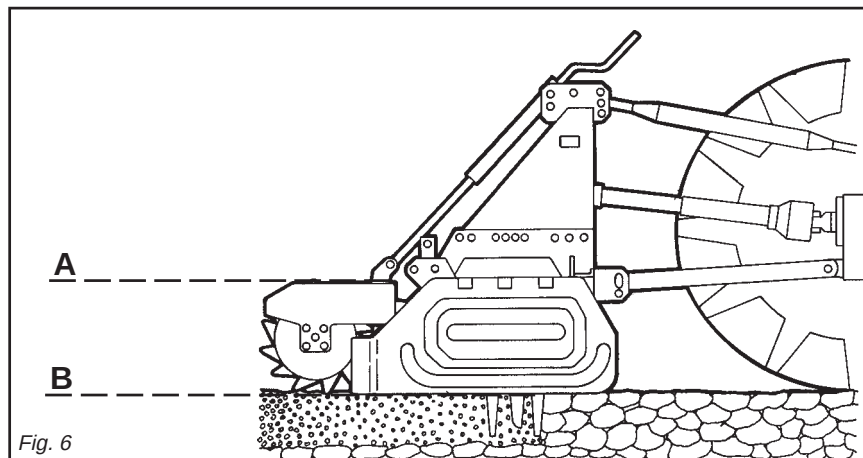

Fig. 6
- 4 - Collegare il terzo punto superiore ed effettuare una corretta regolazione con il tirante (1 Fig. 6) verificando che il piano superiore dell'erpice rotante (A Fig. 6) risulti parallelo al piano terra (B Fig. 6). Ciò è molto importante allo scopo di ottenere il parallelismo tra asse albero presa di forza dell'erpice e quello della presa di forza del trattore. Operare in queste condizioni significa limitare le sollecitazioni sulla presa di forza stessa e prolungare la durata dell'albero cardanico e dell'erpice stesso.
- 4 - Connect the upper third-point and correctly regulate by means of the adjuster (1 Fig. 6), checking that the upper surface of the steerage hoe (A Fig. 6) is parallel to the ground (B Fig. 6). This is very important since it achieves parallelism between the axis of the steerage hoe and that of the tractor pto. When the implement operates in these conditions, there will be less stress on the pto itself while the cardan shaft and implement will be much less subject to wear.
- 4 - Den oberen Kupplungspunkt anschließen und den oberen Lenker (1 Abb. 6) korrekt einstellen. Sicherstellen, daß die obere Haubenkante der Hackfräse (A Abb. 6) parallel zum Boden (B Abb. 6) steht. Das ist sehr wichtig, um die Parallelität zwischen der Achse der Hackfräse und der der Schlepper-Zapfwelle zu erhalten. Wenn diese Parallelität gegeben ist, wird die Zapfwelle weniger belastet und das Leben von Gelenkwelle und Gerät wird verlängert.
- 4 - Reliez le troisième point supérieur et réglez correctement à l'aide du tirant (1 Fig. 6). Assurez-vous que le plan supérieur de la houe rotative (A Fig. 6) soit pratiquement parallèle au terrain (B Fig. 6). Ceci est très important en vue d'obtenir le parallélisme entre l'axe de la houe et celui de la prise de force du tracteur. Travailler dans ces conditions signifie limiter les sollicitations sur la prise de force et prolonger la durée de l'arbre à cardans, mais aussi de la machine.
- 4 - Conectar el tercer punto superior y efectuar una correcta regulación con el tirante de regulación (1 Fig. 6) controlando que el plano superior de la binadora (A Fig. 6) resulte paralelo al plano al nivel del suelo (B Fig. 6). Esto es muy importante para obtener paralelismo entre el eje de la binadora y el eje de la toma de fuerza del tractor. Esto permite limitar los esfuerzos sobre la toma de fuerza misma y hacer durar el árbol cardánico y la máquina misma.